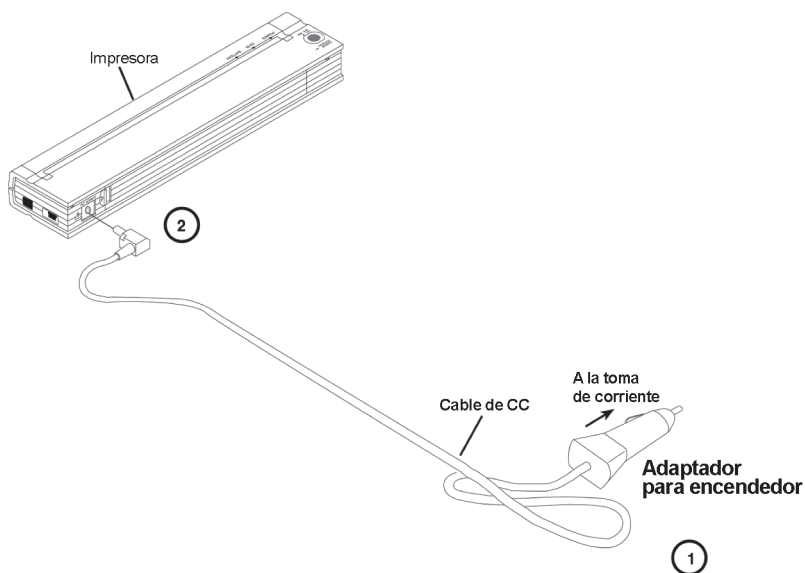

Figura 3. Conexión de la impresora a la alimentación de CC
1. Conecte un cable adaptador de corriente (directamente o mediante un conector para encendedor) a la toma de CC de 12 voltios de un vehículo como se muestra en la figura 3. (Estos elementos son opcionales. Vea el Capítulo 8.)